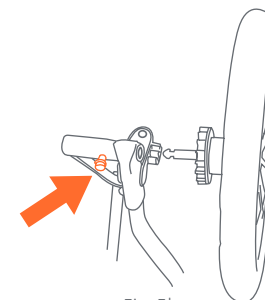

Fig. 5b
- Para quitar las ruedas traseras, presione el botón de liberación (Fig. 5b) en el tubo posterior y jale la maza de la rueda.